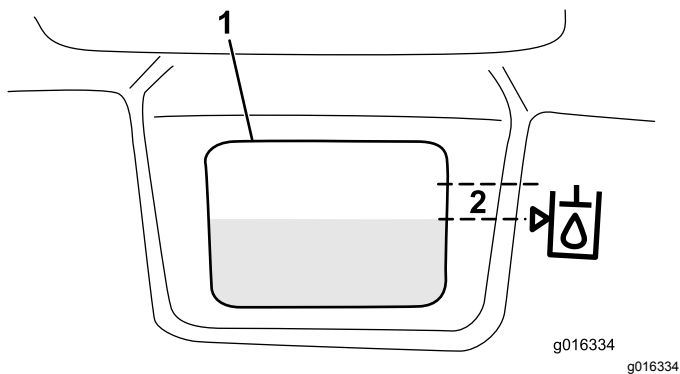

Figura 33
3. Llene el depósito lentamente con fluido hidráulico apropiado hasta que el nivel esté a 6 mm o menos de la flecha del símbolo que está junto a la mirilla blanca de la parte delantera del depósito (Figura 33). No llene demasiado.